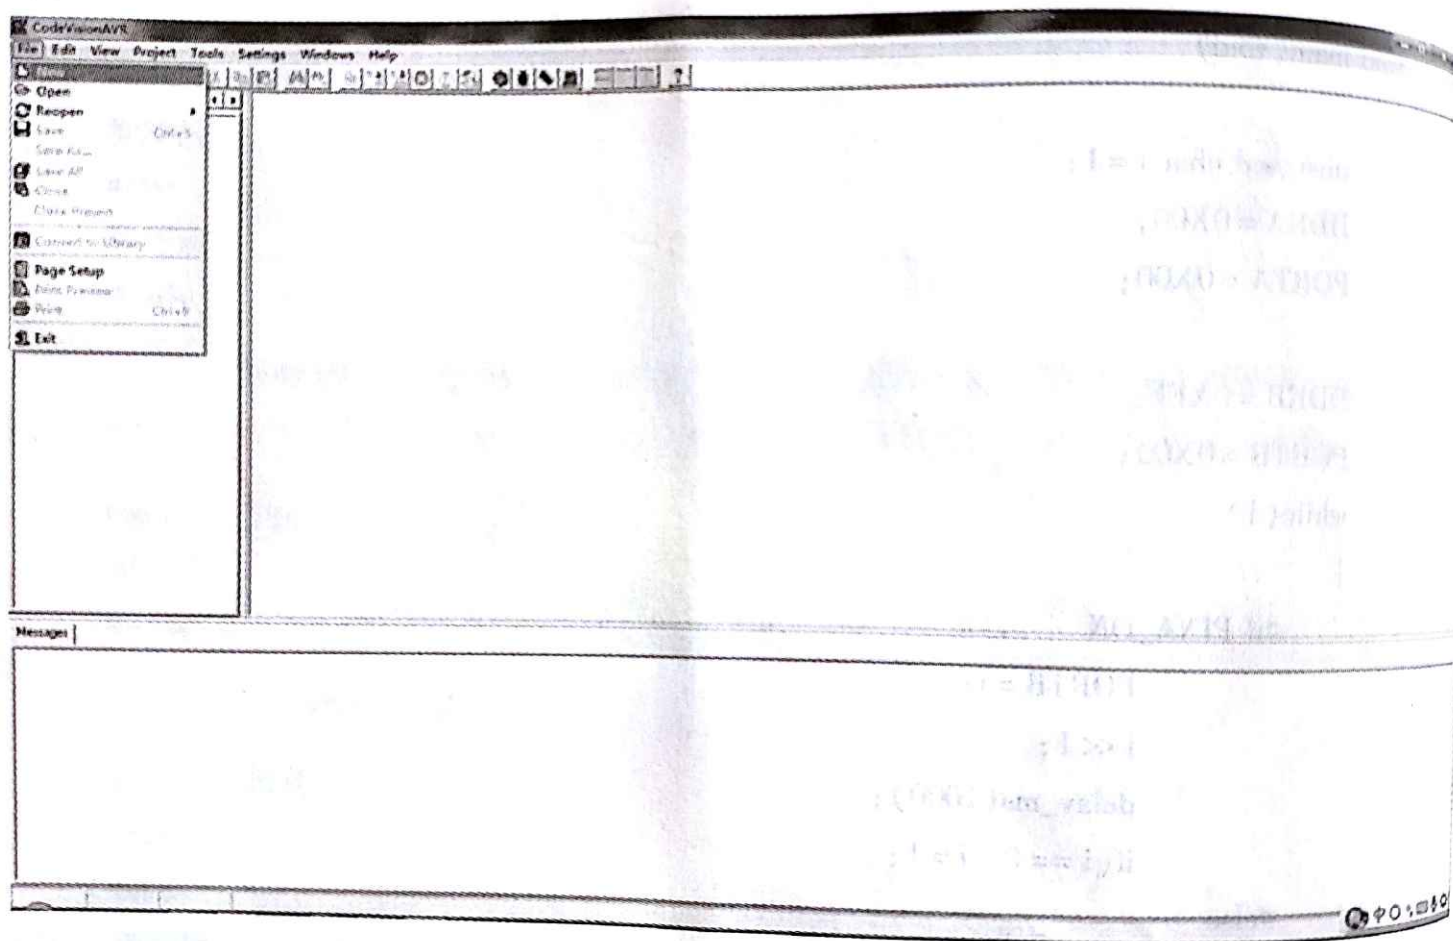
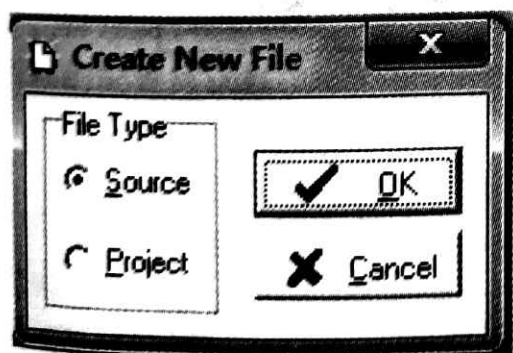
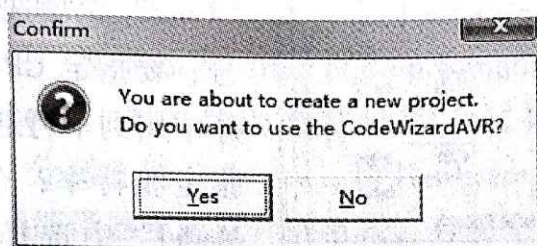
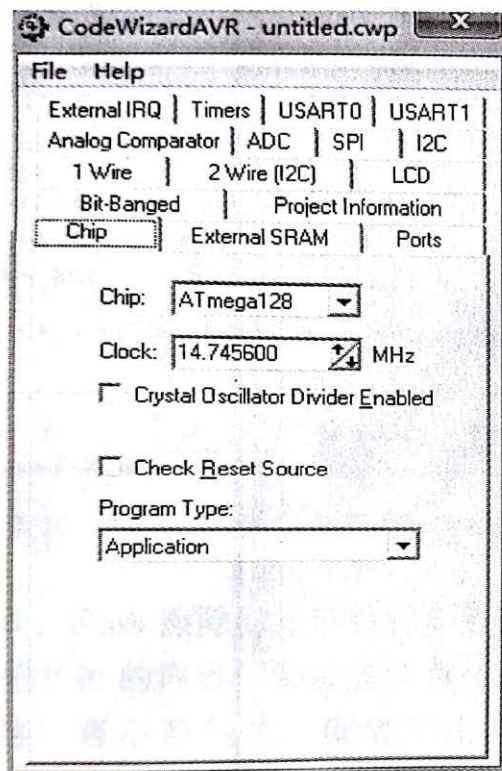

图 4.2.4 CVAVR 初始工作界面
图 4.2.5 新建工程项目对话框
图 4.2.10 是否选择代码生成器
图 4.2.22 代码生成器工作界面
待启动完成后，出现如图 4.2.4 所示的界面，执行 File | New 菜单命令，弹出如图 4.2.5 所示的新建工程项目对话框。
1) 向工程项目中添加源文件 当出现图 4.2.5 所示对话框时，选择“Project”选项，然后单击“OK”按钮，会弹出如图 4.2.10 所示的对话框。此对话框是用于确认正在新建一
在新建工程时, 出现如图 4.2.10 所示的是否选择代码生成器对话框, 此时, 若单击“**Yes**”按钮, 将会出现如图 4.2.22 所示的代码生成器工作界面。
(1) 代码生成器的设置。如图 4.2.22 所示, 有很多的模块设置, 如“**Chip**”、“**Ports**”、“**LCD**”等。用户可以根据工程项目的需要对这些相关模块的内容进行设置。代码生成器根据用户的设置再生成相关的代码框架。这里, 我们以跑马灯的实验来说明“**Chip**”和“**Ports**”模块的设置。其他的模块在后面章节进行介绍。
首先, 对“**Chip**”进行设置, 设置界面如图 4.2.22 所示。在“**Chip**”下拉框中选择芯片型号, 本例程中选择 ATmega128。“**Clock**”用于设置芯片的时钟频率, 本例程中设置为 14.745 6MHz。